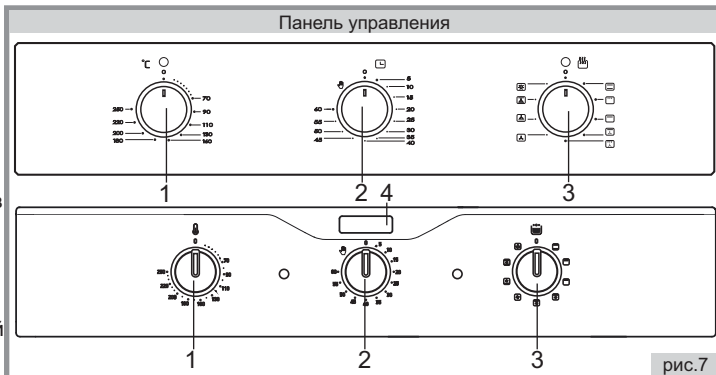

рис.7
■ На рисунке панели управления (рис.7) присутствуют элементы комфортности, которые могут присутствовать на панелях различных моделей электрошкафов. Для Вашего электрошкафа перечень элементов комфортности указан в таблице комфортности моделей на обложке настоящего руководства.